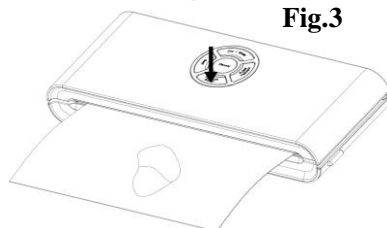

Fig.3
6. Trykk deretter på Vacuum & Seal-knappen. Enheten starter automatisk vakuumeringen og forseglingen – **Fig. 3.**